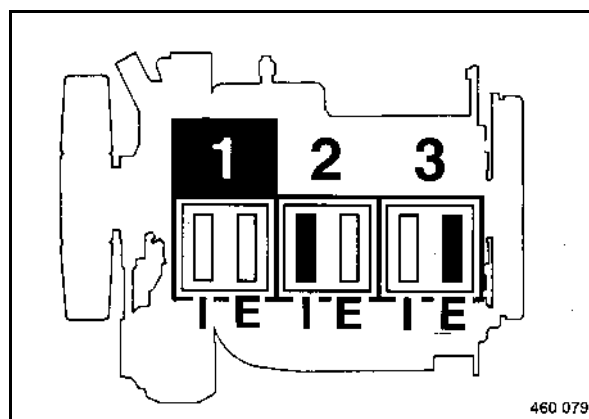

fig. 126
- Contrôler et év. régler les soupapes marquées en noir aux cylindres 2 et 3 (fig. 126).